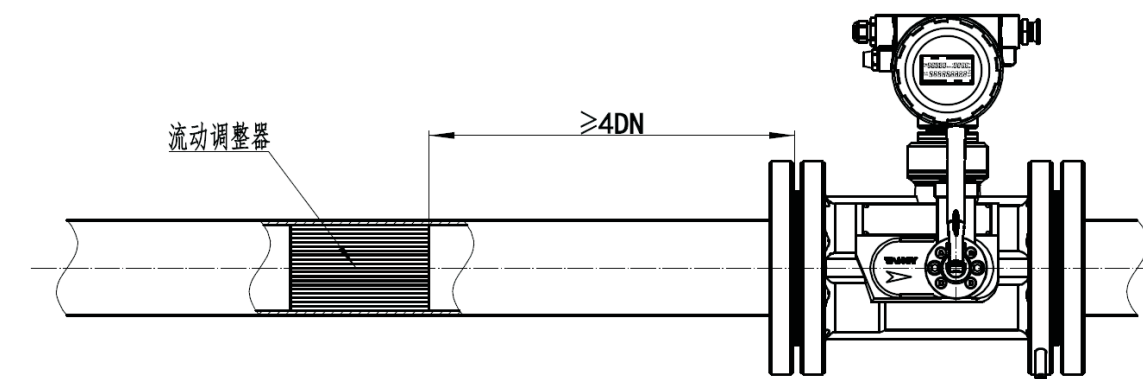

图7 超强扰动时流量调整器安装图
5.5.4 流量计本身配置性能优良的内置式整流器，对于如标准GB/T 18940/ISO 9951《封闭管道中气体流量的测量涡轮流量计》所述的低水平扰动情况，须保证前直管段 $\geq 2DN$,后直管段 $\geq 1DN$ ；对于标准所述的高水平扰动，须保证前直管段 $\geq 10DN$,后直管段 $\geq 5DN$ ；对于超强扰动源如产生强烈偏心出口喷射流的调压器等，建议在流量计上游安装流动调整器（流动调整器应符合GB 2624.2要求），整流器出口到流量计入口连接端 $\geq 4DN$,如图7所示。